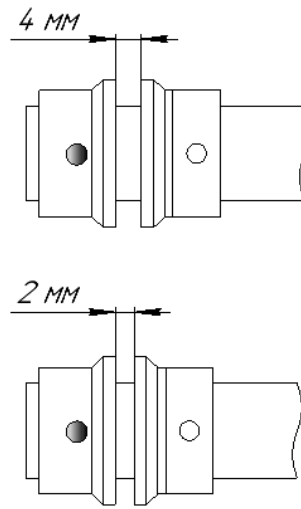

Рисунок 51 – Отрегулировать расстояние до шплинта
- 3 Отрегулировать расстояние до шплинта путем сдвига отверстия шплинта в нижней направляющей втулке (рисунок 51);